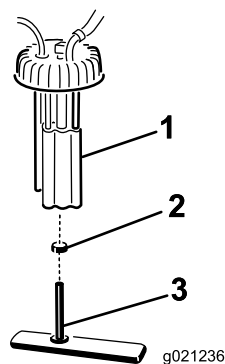

Figura 50
2. Desligue os conectores da cablagem da bomba de combustível (Figura 50).
3. Retire o conjunto da bomba de combustível e filtro de combustível do depósito (Figura 50).
4. Retire a braçadeira que fixa o filtro de combustível à união da bomba de combustível. Retire o tubo da união (Figura 50).